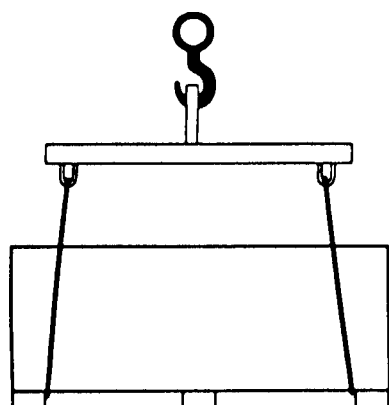
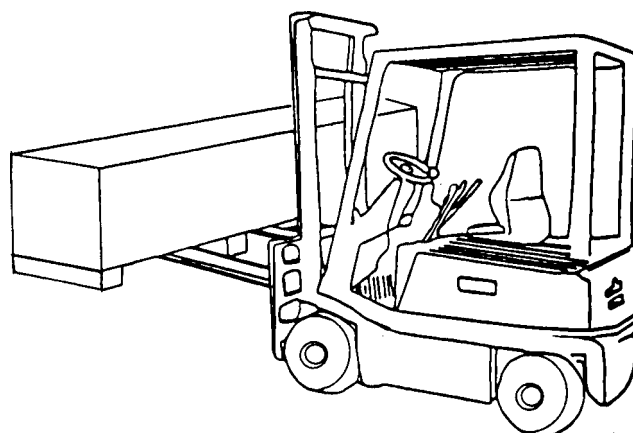

Fig. 5
Fig. 6
- Le operazioni di sollevamento debbono essere eseguite come da Fig.5 e Fig.6;
gno del carico in perfetta efficienza. Utilizzare gli appositi punti di aggancio come indicato in Fig.5 e Fig.6;
- The lifting operations should be done as shown in Fig.5 and Fig.6;
condition. Use the special lifting points as indicated in Fig.5 and Fig.6;
- Beim Anheben gemäss Abb.5 und Abb.6 vorgehen.
- Die Last vorsichtig anheben und sie mit geeigneten und funktionstüchtigen Hilfsmitteln stützen. Dabei die auf Abb.5
und Abb.6 gezeigten Anschlagpunkte einhalten.
- Les opérations de levage doivent être réalisées comme indiqué à la Fig.5 et Fig.6;
comme indiqué à la Fig.5 et Fig.6;